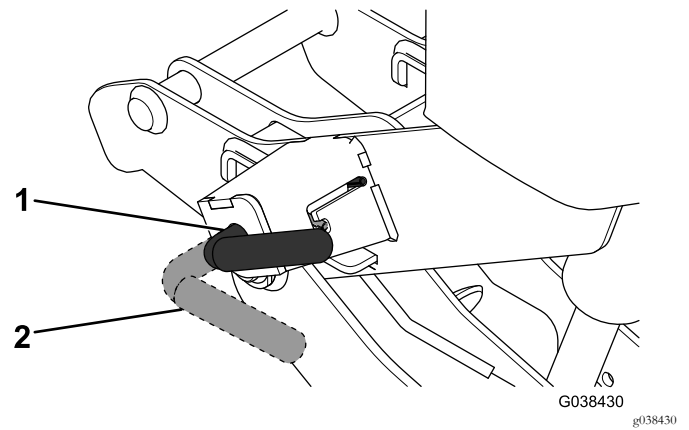

Figure 18
4. Tournez les leviers sur les accouplements à la position d'ACCOUPEMENT (Figure 18).
7. Vérifiez que les deux goupilles à ressort sont complètement engagées dans l'accouplement (Figure 18).